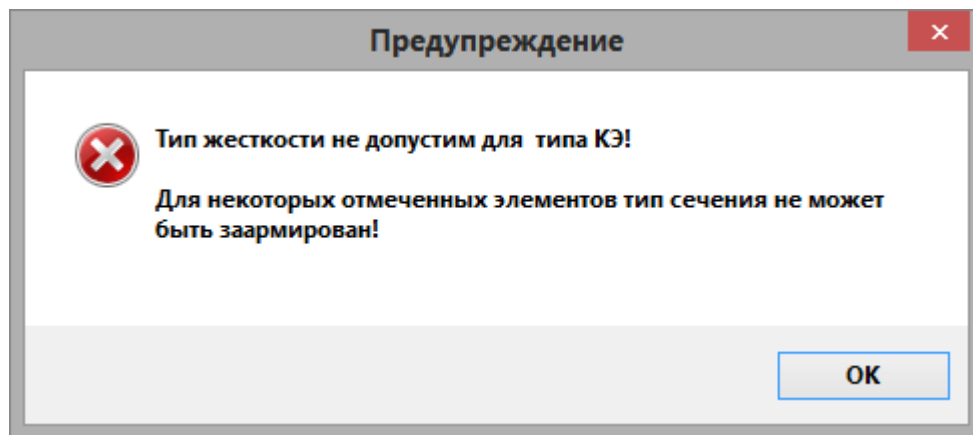

Рис.21.15. Диалоговое окно **Предупреждение**
- В диалоговом окне с предупреждением (рис.21.15) щелкните по кнопке **ОК**.